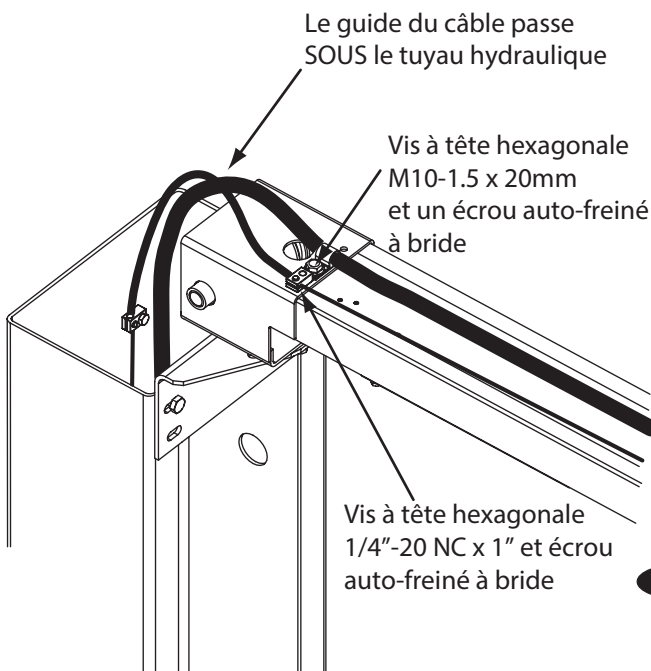
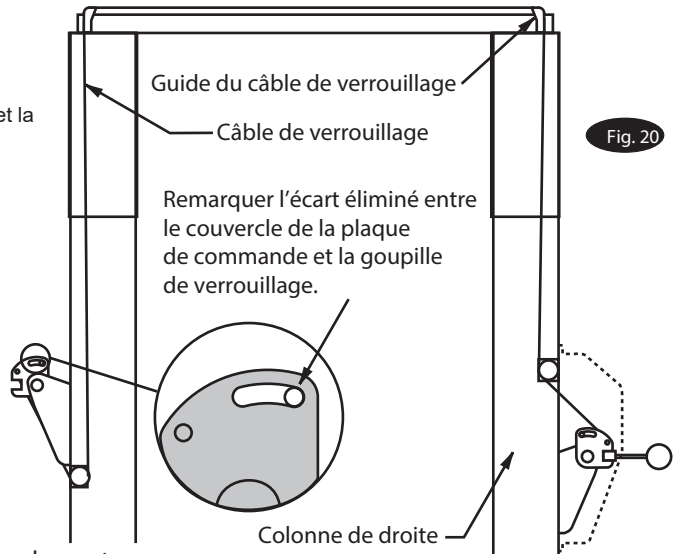

Fig. 18a
Fig. 20
**REMARQUE :** Le tuyau supérieur passe au-dessus de l'extrémité de l'assemblage supérieur, fig. 14, fig. 18a et fig. 18b.
- D) Fixer les supports de guidage du conduit du câble de verrouillage à la structure supérieure, comme l'illustre les fig. 18a et 18b. Toujours utiliser les trous sur le côté d'approche de l'élévateur. La vis à tête hexagonale doit se trouver dans le trou le plus proche du centre de la structure supérieure, fig. 18b.
- E) Guider le câble à l'intérieur de la colonne et à travers le guide du câble de verrouillage, fig. 18a & fig. 20.
- F) Continuer le guidage du câble vers le guide du câble de verrouillage de la colonne de gauche, fig. 18a & 20, en acheminant le câble à travers le guide du câble de verrouillage de la colonne de gauche, fig. 18a.
- K) Ensuite, tirer la plaque de commande vers le bas, fig. 20 et 21, pour éliminer tout écart entre le logement de la plaque de commande et la goupille de verrouillage, fig. 20.